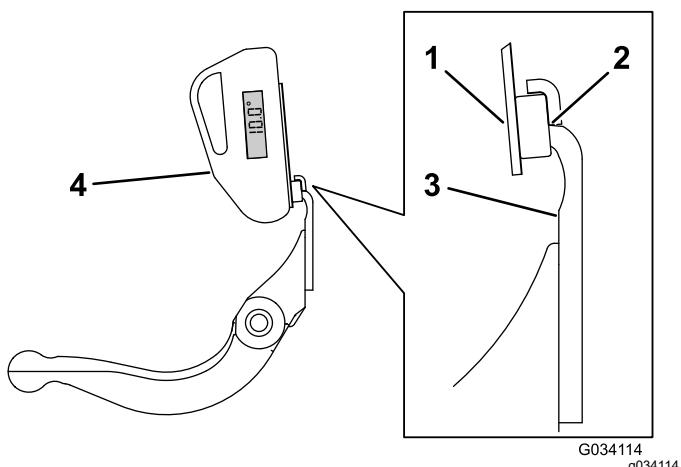

Figura 31
- Coloque a montagem do indicador de ângulo na extremidade da lâmina de corte para que a extremidade do íman fique alinhada com a extremidade da lâmina de corte (Figura 31).
- Coloque o indicador de ângulo na montagem, como se mostra na Figura 31.